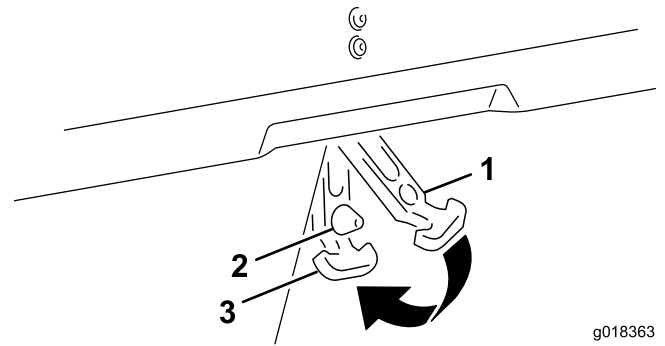

Figure 14
7. Alignez le trou du verrou de couvercle en caoutchouc sur la tige de couvercle (Figure 14).
8. Faites passer le verrou de couvercle par dessus l'extrémité de la tige de couvercle, comme montré à la Figure 14.